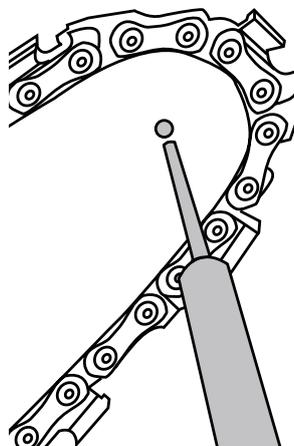

Abb. 15
2. Führen Sie die Pistolenspitze einer Fettpresse in die Schmierbohrung ein und spritzen Sie Fett ein, bis es an der Außenkante der Kettenradspitze erscheint (Abb. 15).